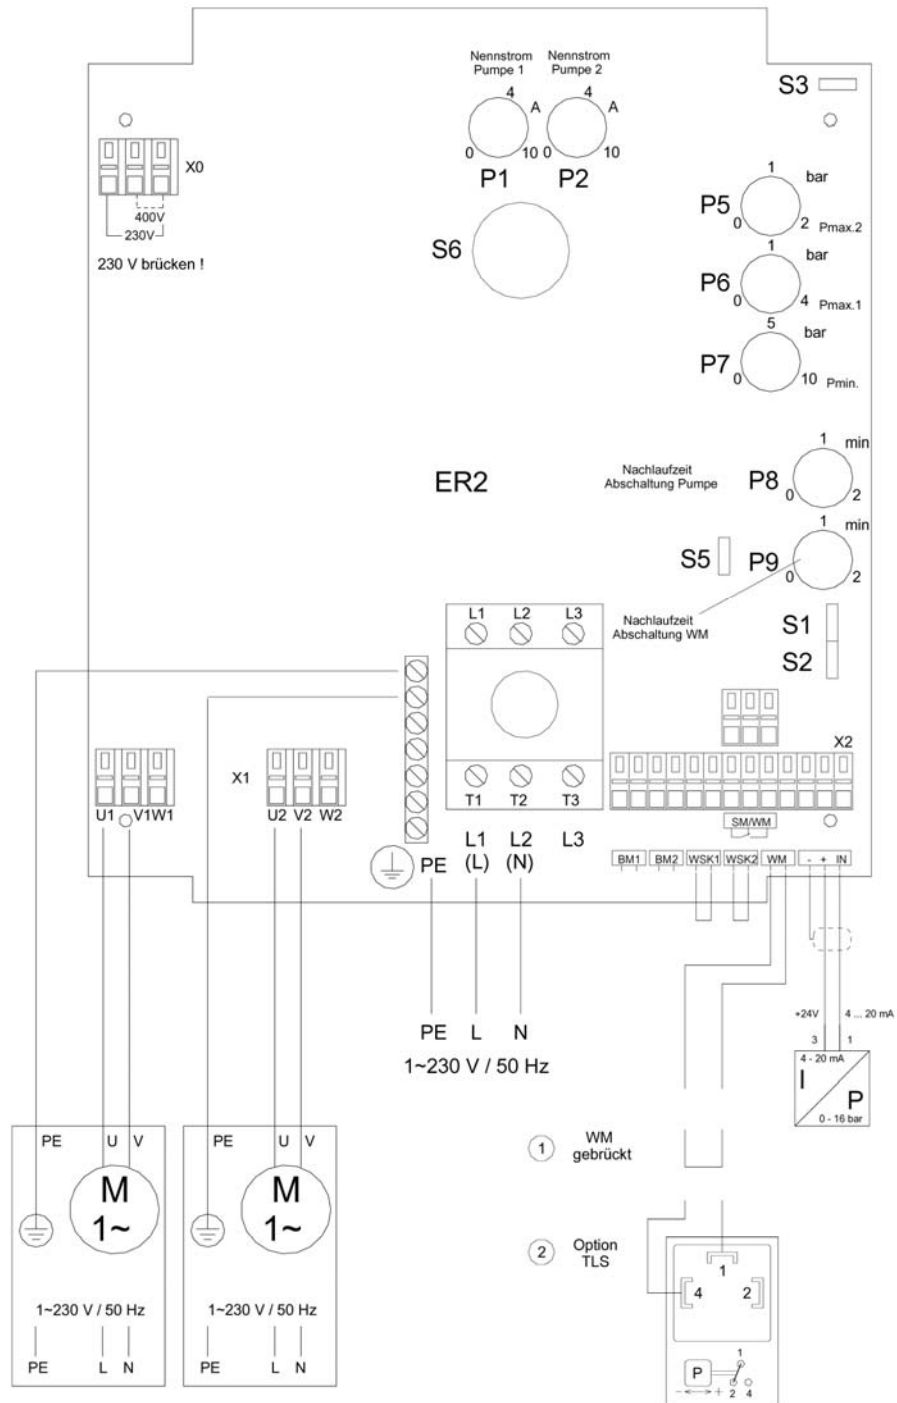

Рис. 4. Плата прибора управления
- Клеммную колодку подсоединять в следующем порядке (рис.4): (L), (N), PE: Подключение к однофазной сети 1~230 В. Замкнуть клеммы ХО на плате в соответствии с указанием «230В».